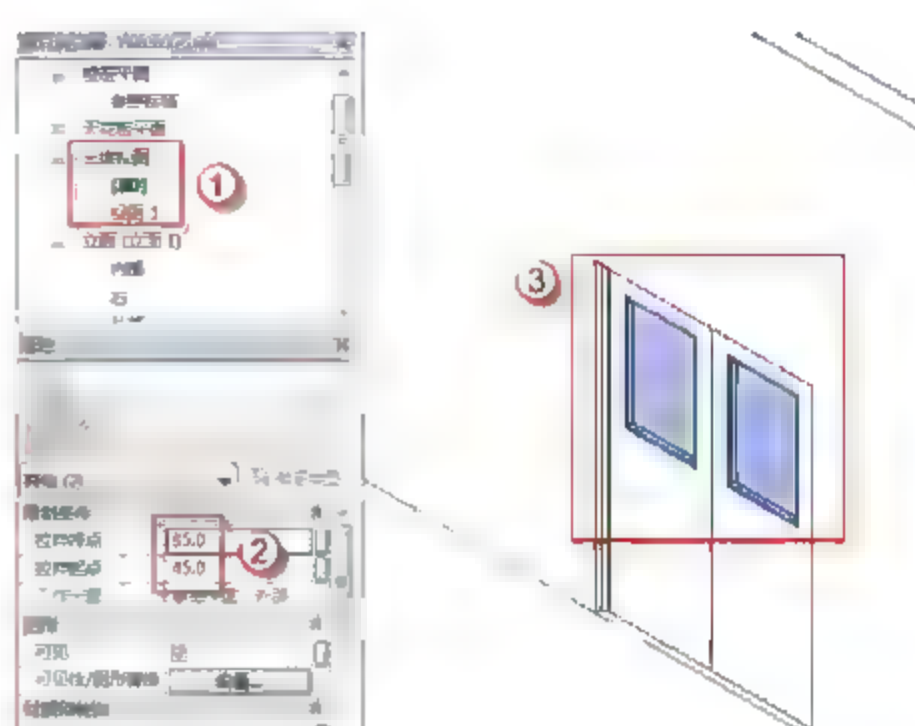

图 6.2.63 FM1521 乙中部窗户玻璃的位置及厚度
(23) 修改 FM1521 乙中部窗户玻璃的位置及厚度。选择“项目浏览器”中的“立面(立面 1)”→“{3D}”选项,可以进入窗洞的 3D 视图。选择绘制好的玻璃,打开“属性”面板,在“拉伸终点”中输入“85”字样,在“拉伸起点”中输入“65”字样,如图 6.2.63 所示。